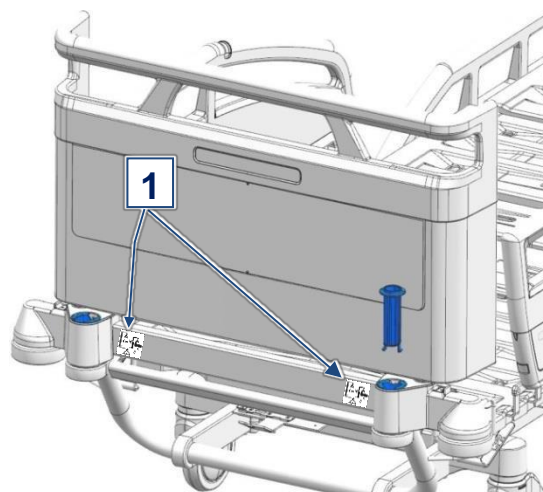

Fig. 19.1 Plassering av holder på senger med fast hodegavl
**i** På senger med fast hodegavl er disse holderne festet på utsiden av hodegavlen (se Fig. 19.1).
Videre er senger med fast hodegavl merket med dette piktogrammet i hodeenden (se Fig. 19.1).